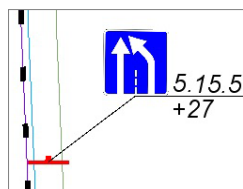

Рис. 28.15
- **Символ** для указания места установки знака можно выбрать любой (рис. 28.15). Предусмотрено также значение, когда символ не создаётся – *Не определено*.